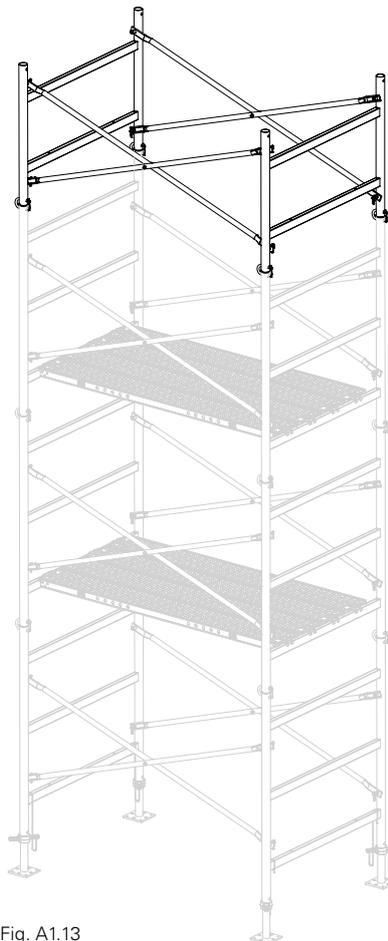

Fig. A1.13
1. Monte el nivel superior tal como se describe en la sección A1.2 «Niveles adicionales». (Fig. A1.13)